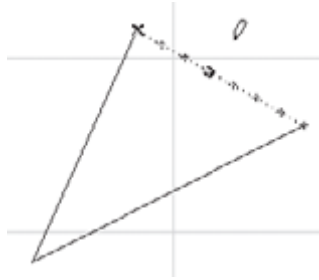

Рис. 3.47. Выбор точки деления
13. Переместите указатель мыши так, чтобы третья точка деления была помечена объемным крестиком (рис. 3.47).